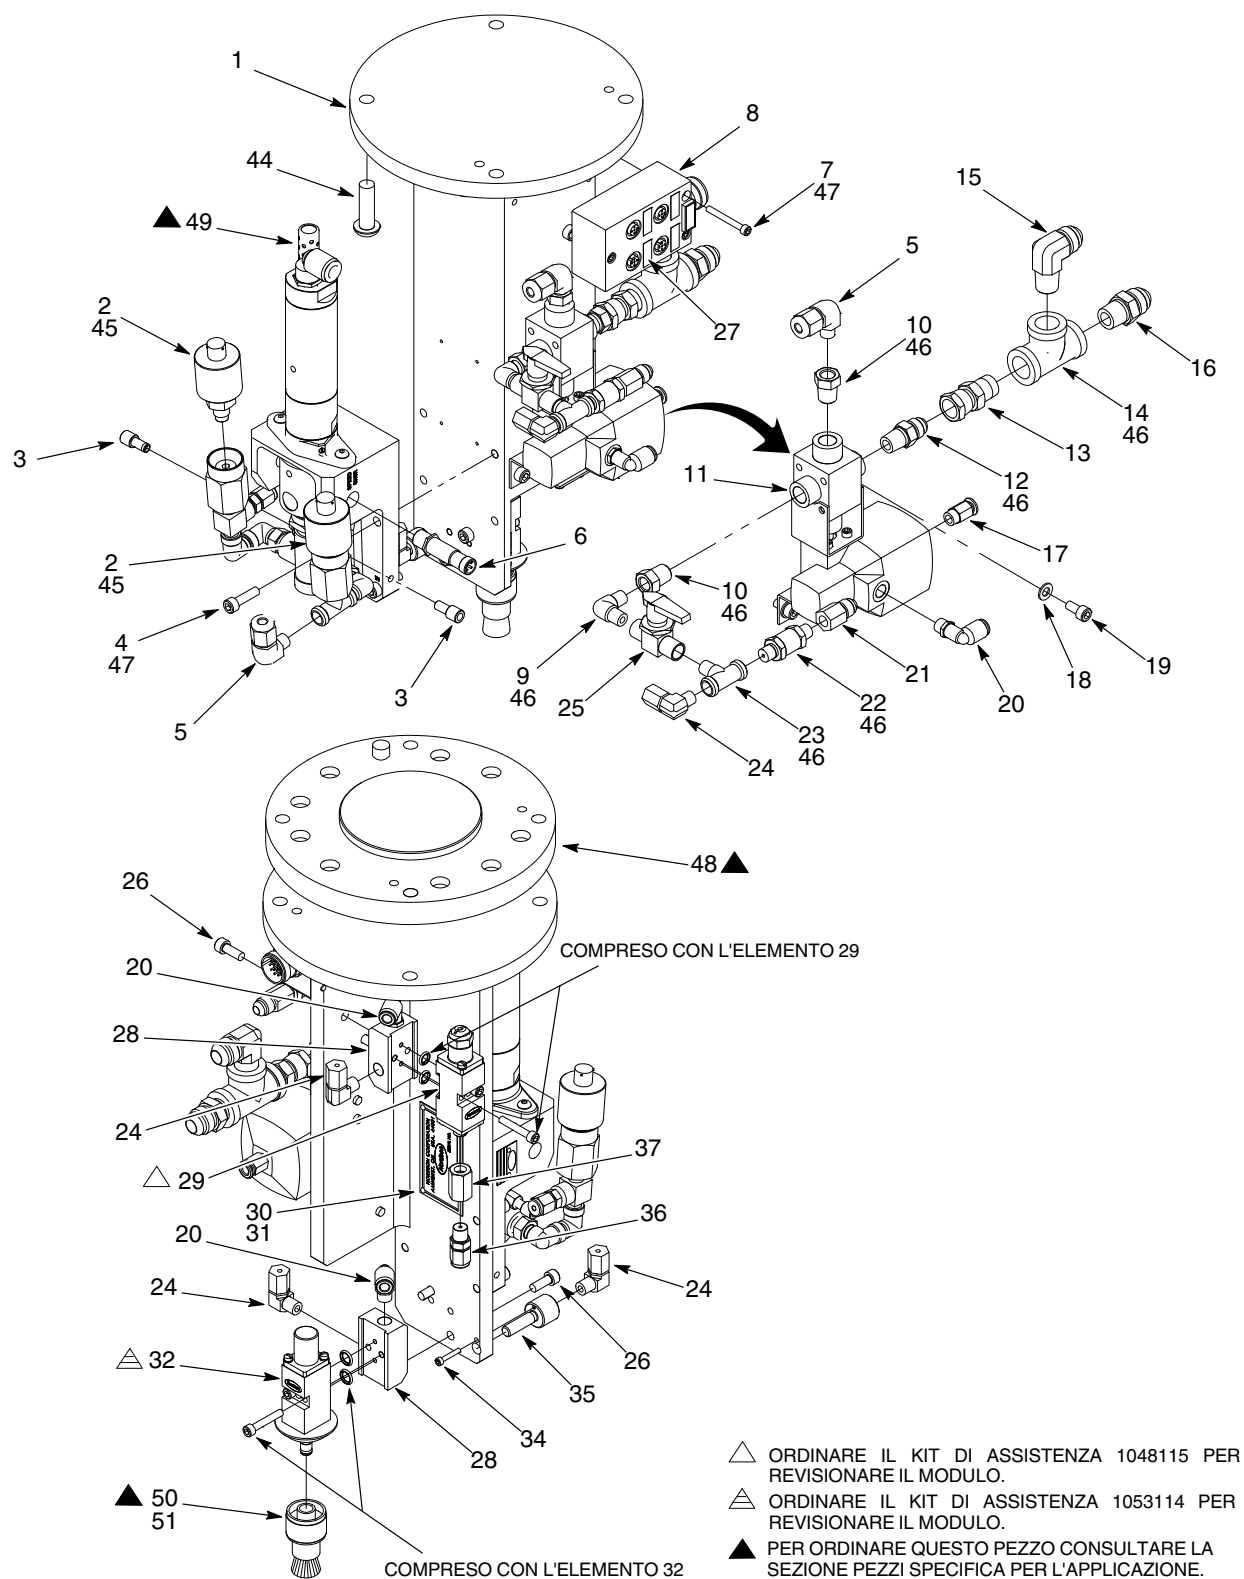

Figura 5 Pezzi Flo-Brush
(A) La gomma EPDM si usa nella valvola antiritorno illustrata nella figura 5 (elemento 22).
NOTA A: Il kit contiene pezzi per revisionare l'elemento 29 illustrato sulla figura 5
B: Il kit contiene pezzi per revisionare l'elemento 32 illustrato sulla figura 5
Vedi figura 5 e le liste dei pezzi seguenti. Se necessario rivolgersi a un rappresentante locale Nordson per ordinare pezzi specifici per l'applicazione.